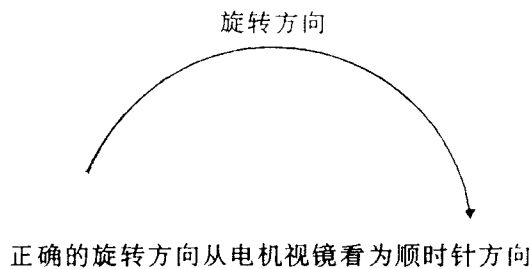

图21 启动时电机正确的旋转方向
3. 启动柜接通后,电机就开始转动,检查电机是否顺时针旋转(图21)。